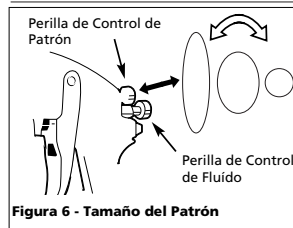

Figura 6 - Tamaño del Patrón
- Gire la perilla de control totalmente en el mismo sentido de las agujas del reloj, para cerrarlo (Vea la Figura 6).
2. Seleccione la forma del patrón. Si desea cubrir una superficie amplia, gire la perilla de control en sentido contrario a las agujas del reloj. Si desea un patrón circular, gírela en el mismo sentido de las agujas del reloj (Vea la Figura 6).